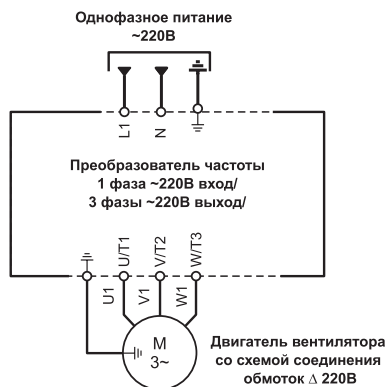

Рисунок 9
12.3. Допускается вентиляторы с двигателями на номинальное напряжение Δ/Y 220/380 В подключать к однофазной сети с переменным напряжением 220 В только через однофазный преобразователь частоты с выходом три фазы по 220 В переменного тока, предварительно переключив схему соединения обмоток двигателя в треугольник Δ 220 В (см. рисунок 9), в противном случае двигатель может выйти из строя.